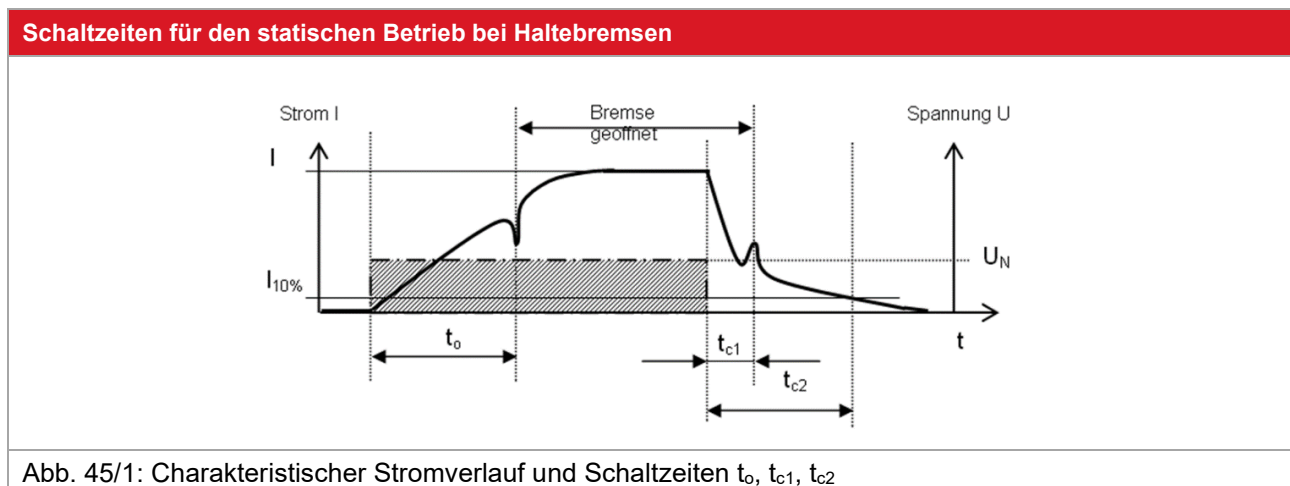

Abb. 45/1: Charakteristischer Stromverlauf und Schaltzeiten t_o , t_{c1} , t_{c2}
- Die Schließzeit t_{c1}** ist die Zeit vom Ausschalten des Stromes (Beginn des Stromabfalls) bis die High Torque Bremse mechanisch geschlossen ist (Grafische Darstellung siehe Abb. 45/1).
- Die Aktivierungszeit t_{c2}** ist die Zeit vom Ausschalten des Stromes (Beginn des Stromabfalls) bis das übertragbare Drehmoment M_4 (Haltemoment) weitgehend aufgebaut ist. (Grafische Darstellung siehe Abb. 45/1).
- Die Öffnungszeit t_o** ist die Zeit vom Einschalten des Stromes (Beginn des Stromanstieges) bis die High Torque Bremse mechanisch offen ist. (Grafische Darstellung siehe Abb. 45/1).
Die Schaltzeiten (Trennzeit t_2 und Einkuppelzeit t_1) sind nach DIN VDE 0580 definiert. Bei statischen Systemen (Haltebremsen) werden alternativ zu DIN VDE 0580 die Schaltzeiten über den Stromverlauf (siehe Abb. 45/1, Ein- und Ausschalten (wechselstromseitig)) ermittelt.